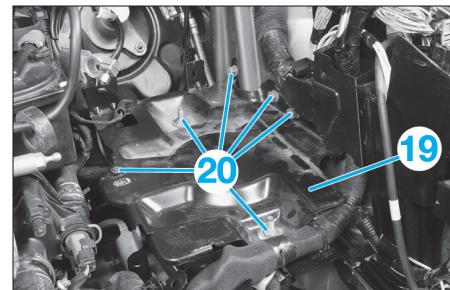

Fig. 92
- Dégrafer et écarter les faisceaux électriques attenants au support (19) (Fig.92).
- Déposer les vis (20) puis le support (19).